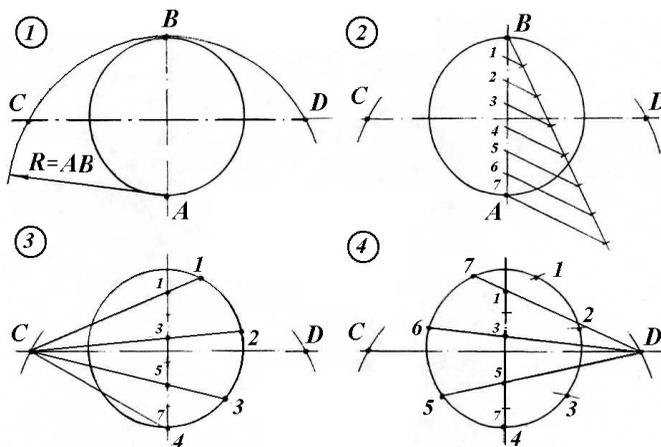

Рис. 33.
- 1) С центром в точке B проводим дугу радиуса $R = AB$. Получаем точки C и D (рис. 33).